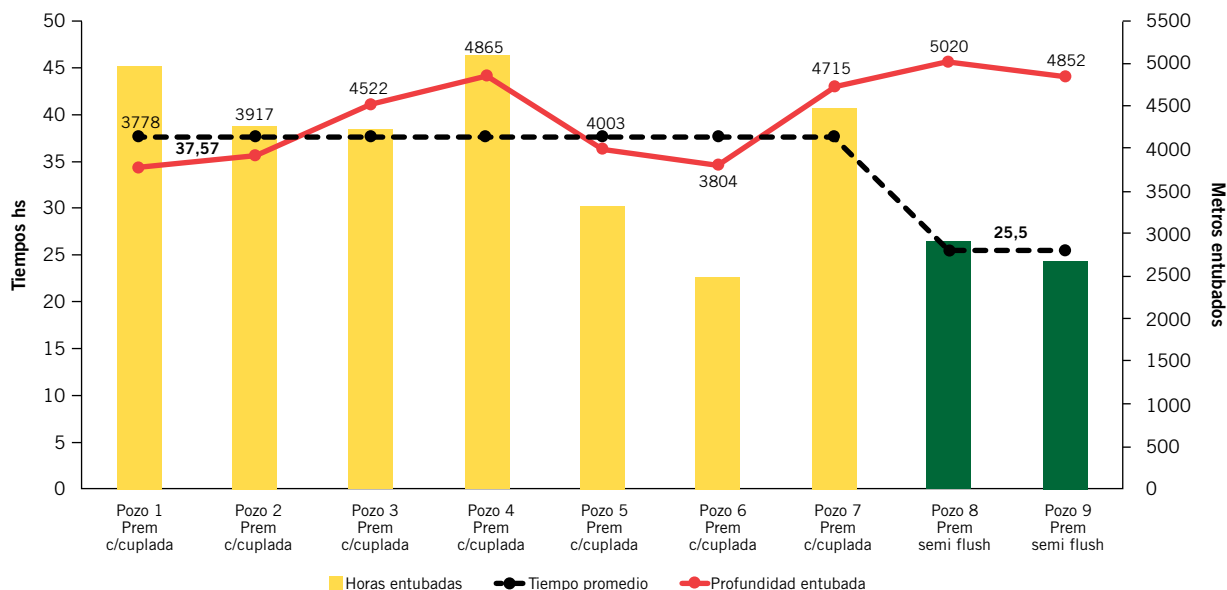

Figura 5. Tiempos de entubación fase aislación. Comparación entre pozos con cañería 5" W625 vs. cañería combinada.
rojo) corresponden a las primeras experiencias de entubación de *casing* 5" OD premian semi-flash en pozos 6 1/8" "open hole" (OH). Parte de la reducción de tiempo se debe al tipo de conexión "semiflush" que se optó por utilizar. La misma verifica tiempos de conexión y bajada más rápidas que para la conexión premium cuplada, debido a que no se requiere control de torque y al menor OD máximo, respectivamente (Figura 5).